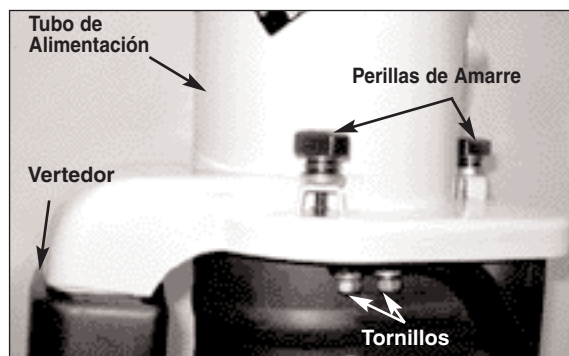

Fig. 5
1. Quite el tubo del alimentador del montaje de motor aflojando 3 perillas que enjaulan por resorte. (Fig. 5)
4. Usando una llave Allen, ajuste los tornillos de fijación (dos en cada lado de la unidad). Fig. 5 & Fig. 6.